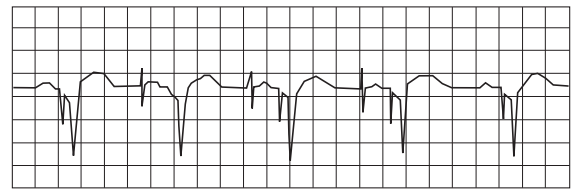

図7 A-Vシークエンシャル・ペースティング時の体表表面心電図
1) 心房および心室ペースティングを行った後、カテーテルの2つの心室電極コネクタと2つの心房電極コネクタとをA-Vシークエンシャル・ペースメーカーに接続し、ペースティングを試みます。図7はA-Vシークエンシャル・ペースティング時の心電図です。